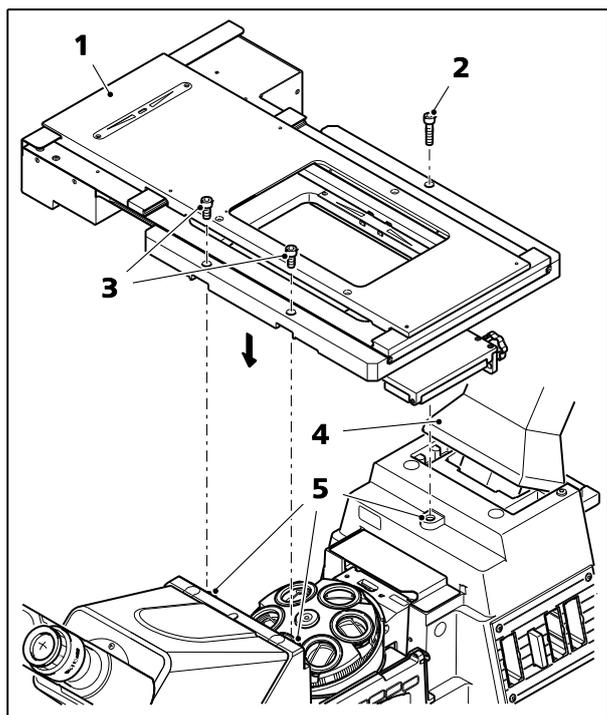

Fig. 27 Installation de la platine de balayage
- Lors de l'assemblage de la platine, pour en améliorer l'accès, il est possible d'incliner vers l'arrière le support d'éclairage en lumière transmise (Fig. 27/4) (le cas échéant).
- Placer la platine de balayage 130x100 MAT ; CAN (Fig. 27/1) sur les trois points de contact (Fig. 27/5) du statif, puis la fixer à l'aide de trois vis à 6 pans creux (deux à l'avant Fig. 27/3), une à l'arrière (Fig. 27/2)).